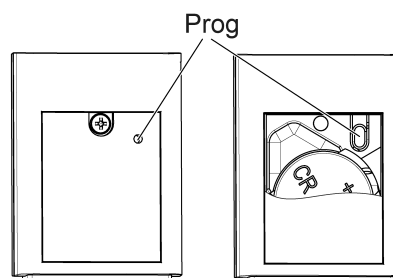

Bild 3: Knapp **Prog**
Knappen **Prog** (Bild 3) kan tryckas genom borrarningen i batteriluckan med en tunn tråd eller ett gem.
- Tryck kort på **Prog** (Bild 3).